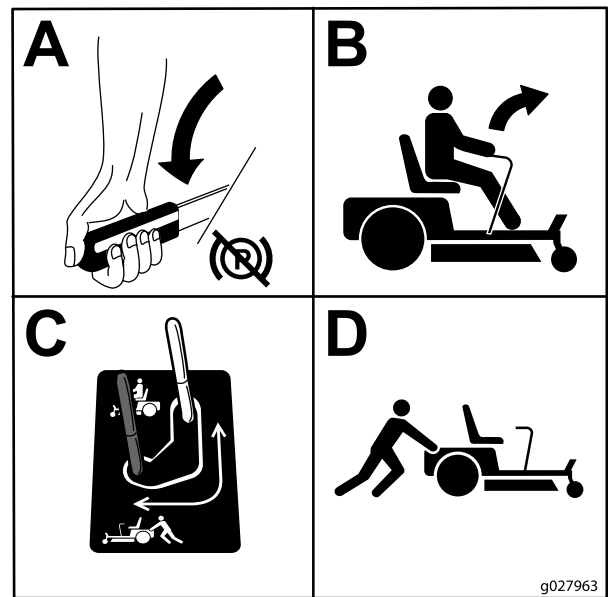

Figura 28
3. Per spingere la macchina spostate indietro e verso l'esterno le leve di bypass per bloccarle in posizione, come illustrato in Figura 28. Ripetete l'operazione su ciascun lato della macchina.
5. Per mettere in funzione la macchina spostate le leve di bypass in posizione avanzata (Figura 28).